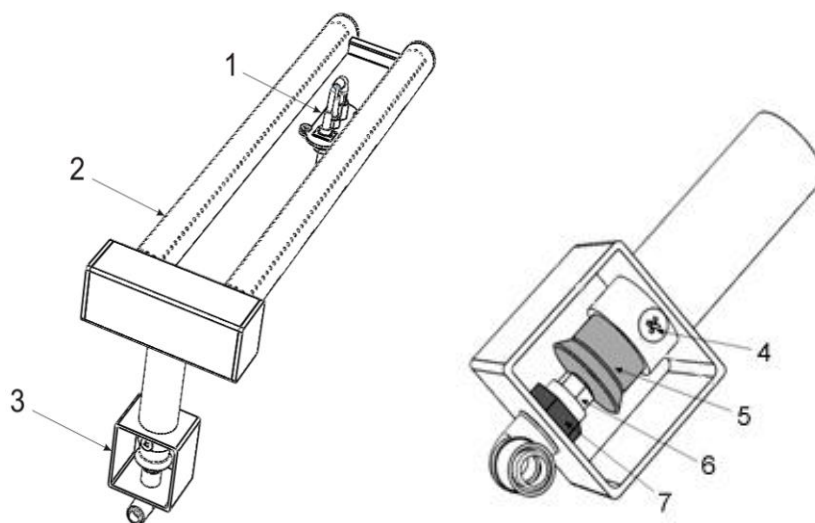

Рис.5. Общая конструкция горелки фритюрницы
- Найдите смеситель горелки 3 (рис.5).